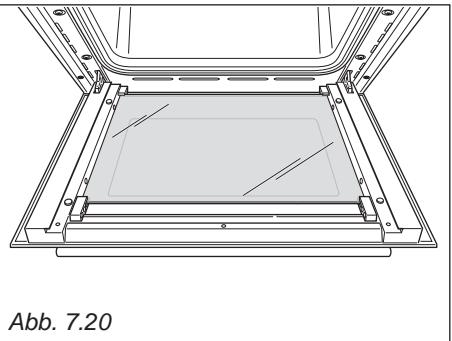

Abb. 7.20
- Entfernen Sie das mittlere Glassegment durch vorsichtiges Bewegen von den Halteklemmern, siehe Abb. 7.20.